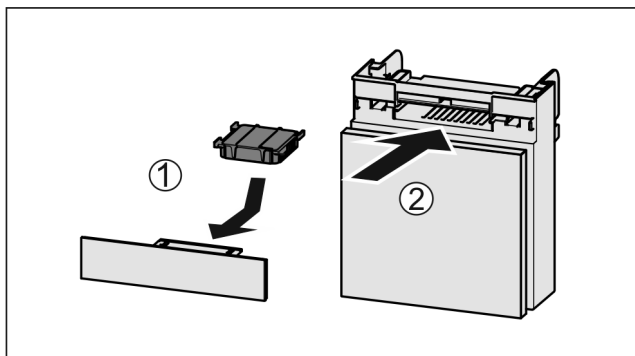

Fig. 271
- ▶ Установите фильтр с активированным углем, как показано на рисунке Fig. 271 (1).
- ▶ Вставьте отделение Fig. 271 (2).